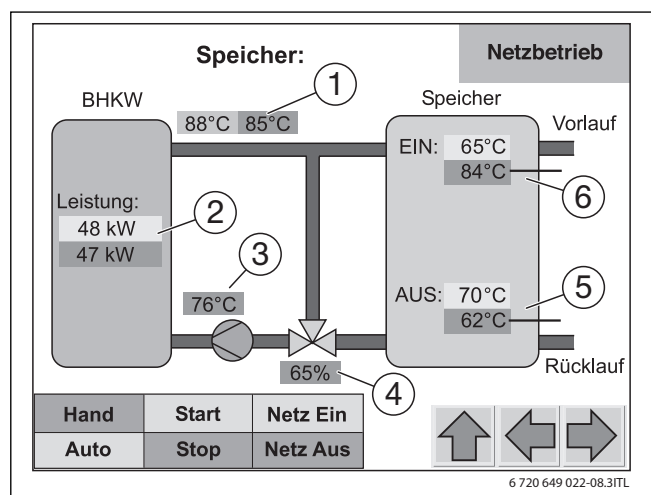

Bild 14 Betriebsbild „Speicher“ mit 3-Wege-Ventil
Wenn die Speichertemperatur unten [5] über den eingestellten Wert **Stoppunkt Speicher (RL)** steigt, ist der Speicher gefüllt und das BHKW wird abgefordert (→ Bild 14).